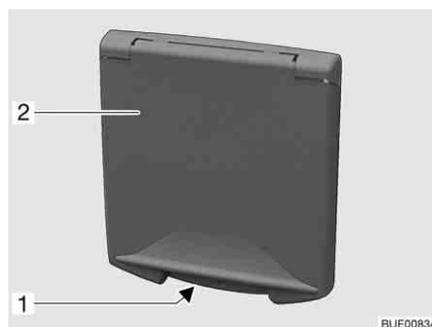

Bild 38 Druckschloss Serviceklappe
- Schlüssel in Schließzylinder des abschließbaren Druckschlusses (Bild 38,1) stecken und eine viertel Umdrehung drehen. Das Druckschloss ist entriegelt.
- Schlüssel in Schließzylinder des abschließbaren Druckschlusses (Bild 38,1) stecken und eine viertel Umdrehung drehen. Das Druckschloss ist verriegelt.